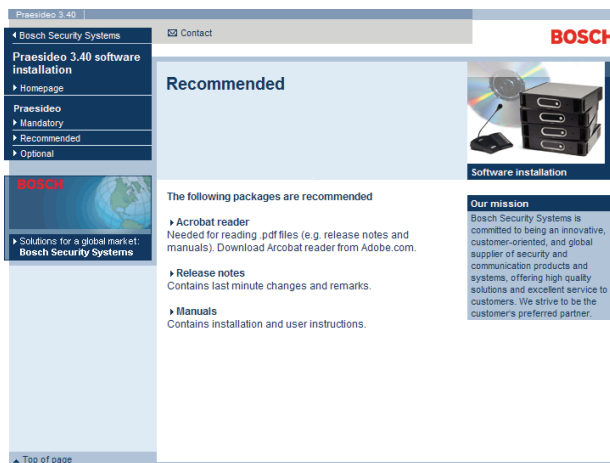

Abb. 37.1: Seite Empfohlene Software-Packs
- 2 Klicken Sie auf die Schaltfläche *Recommended*. Es erscheint ein Bildschirm, der dem in Abb. 37.1 ähnelt.